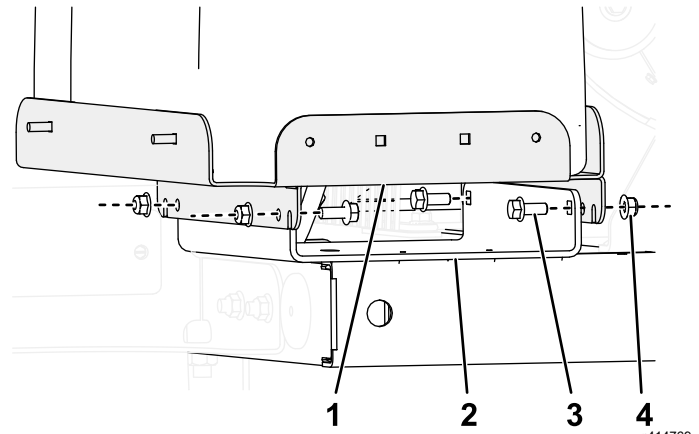

Rysunek 2
1. Zdemontuj dotychczasowy wspornik zbiornika paliwa i zamontuj nowy wspornik 38-litrowego zbiornika za pomocą 4 śrub podsadzanych (5/16 cala) i 4 nakrętek kołnierzowych (5/16 cala) przez otwory w korytku w sposób pokazany na Rysunek 2.